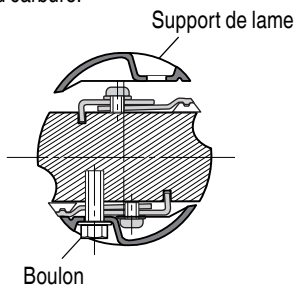

Fig. 25
- (6) Comme indiqué à la Fig. 25, placer le support de lame sur l'ensemble terminé et le serrer avec les trois boulons. Veiller à bien serrer les boulons à fond. Procéder de la même façon pour le côté opposé de la lame au carbure.